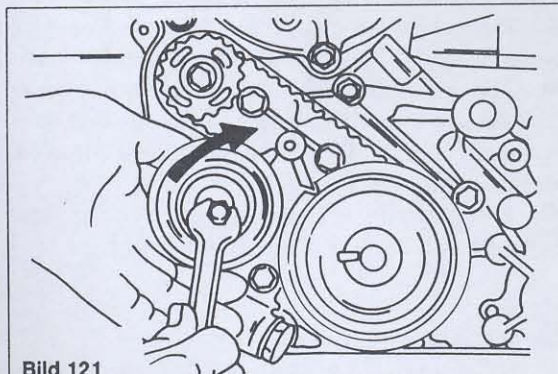

Bild 121
- Den Riemenspanner mit der Fingerspitze anheben, um den Riemen zu spannen, bis er auf der gespannten Seite stramm ist. Die Schraube in dieser Stellung festziehen (Bild 121). Die Welle jetzt nicht mehr drehen, um den Riemen nicht zu überspannen.